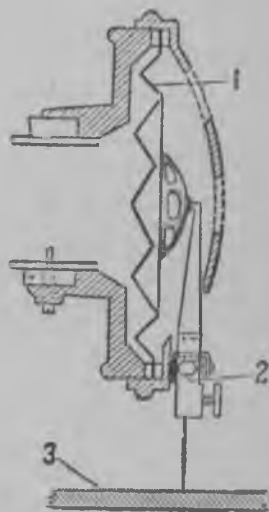

Рис. 243. Граммoфонан мембрана.
Граммoфонан главной чаусти он мембрана (рис. 243) — хойкка металлической либо слюдяной пластинка (1), кудама сен лӑхел суадулойн звукойн влиянияс рубизу колебайччиудумах. Мембранах он кийнитетгӑ терӑвӑ ниӑгла, кудама кийнитӑхес пехмиӑл ваха слоял пейтеттӑх пластинках (3). Граммoфонан пластинка пунох либо чаусулойн механизмал либо электрическойл моторал. Кирьюттаес мембранах пууттуят звуковойт колебаният паннах сен ниӑгла лийккумах, минтӑх ниӑгла яттӑу яллет омис колебаниӑлойс ваха слоях (рис. 243). Ваха пластинкас особойл способал суах таркат